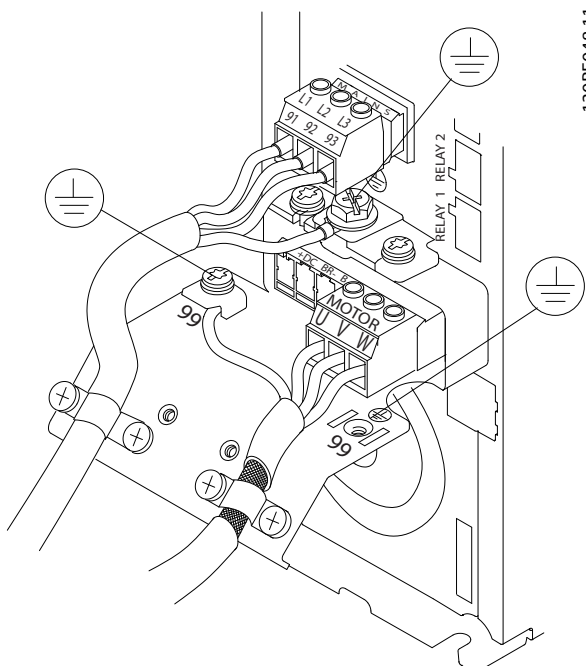

Рисунок 4.7 Пример подключения кабелей двигателя, силовых кабелей и заземления
На Рисунок 4.7 показано подключение сетевого питания, двигателя и заземления для базовых преобразователей частоты. Фактические конфигурации отличаются для разных типов устройств и дополнительного оборудования.
1. Подключите проводку трехфазной сети переменного тока к клеммам L1, L2, и L3 (см. *Рисунок 4.7*).